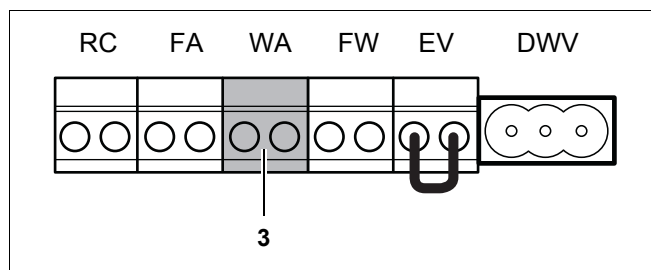

Fig. 32 Regletă – solicitare de căldură fără potențial (culoare de racord verde)
- Racordați contactul pentru o solicitare de căldură fără potențial la borna WA verde (fig. 32, poz. 3). Rezistența maximă admisă a acestui circuit este de 100 Ohm. Folosiți pentru aceasta un cablu de curent electric cu două conductoare de 0,4 bis 0,75 mm² fiecare.